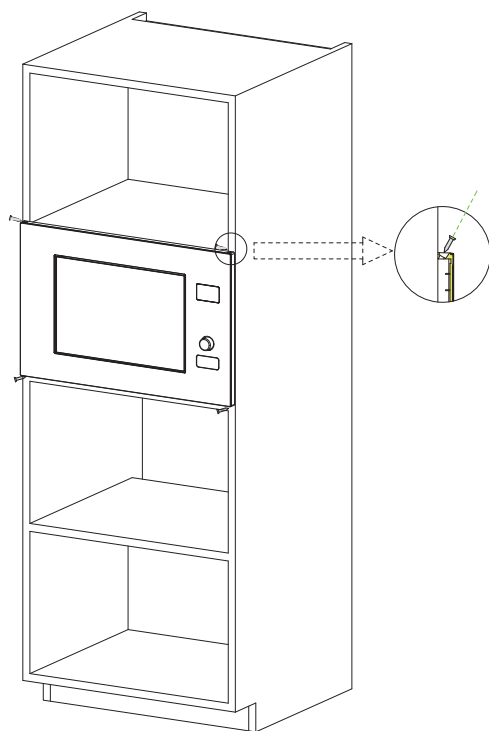

Fig. 2
b) Empurre o forno micro-ondas até ao fim. (Fig.2)